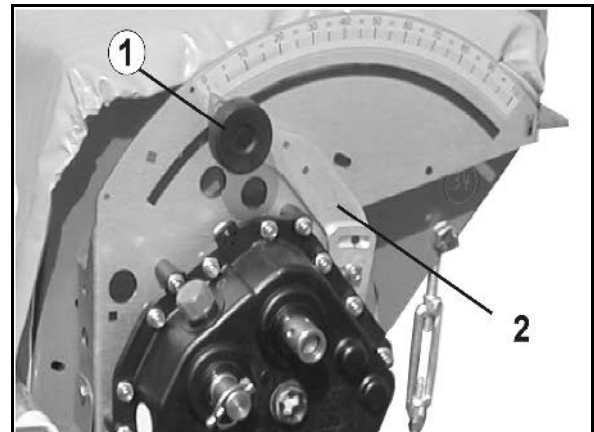

Fig. 34
1. Løsn geararmens stopknap (Fig. 34/1).
2. Skub viseren på geararmen (Fig. 34/2) hen til den ønskede gearindstilling.
3. Spænd stopknappen (Fig. 34/1).